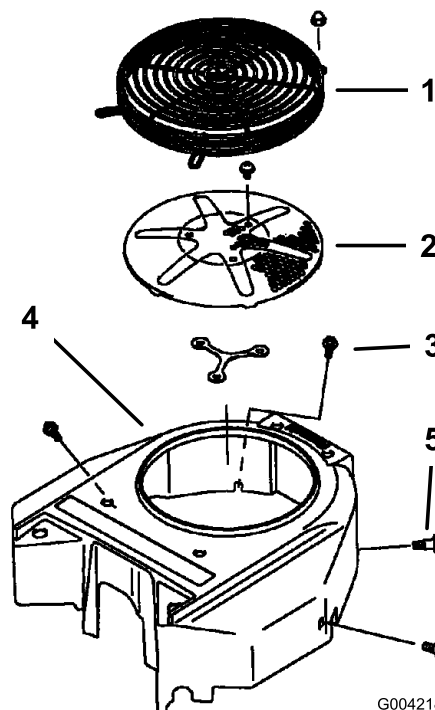

Figure 72
5. Remettez la grille d'entrée d'air, le lanceur et le boîtier du ventilateur (Figure 72).
Avant chaque utilisation, enlevez l'herbe, les saletés et autres débris éventuellement accumulés sur la grille du moteur. Cela permet d'assurer un refroidissement et un régime moteur corrects, et réduit les risques de surchauffe et de dégâts mécaniques du moteur (Figure 72).
3. Retirez la grille d'entrée d'air, le lanceur et le boîtier du ventilateur (Figure 72).